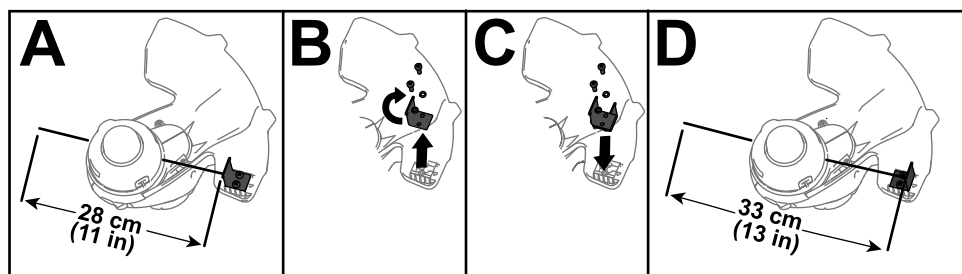

Figure 15
La débroussailleuse est réglée à l'usine pour offrir une largeur de coupe de 28 cm (11 po), comme montré en A de la Figure 15. Reportez-vous aux instructions suivantes pour régler la largeur de coupe à 33 cm (13 po), comme montré en D de la Figure 15.
1. Déposez l'équerre de réglage du déflecteur en retirant les 2 vis et les 2 rondelles frein qui la maintiennent en place (B de Figure 15) et tournez l'équerre de 180°.
2. Après avoir tourné l'équerre, reposez-la sur le déflecteur à l'aide des 2 vis et des 2 rondelles frein retirées précédemment (C de Figure 15)